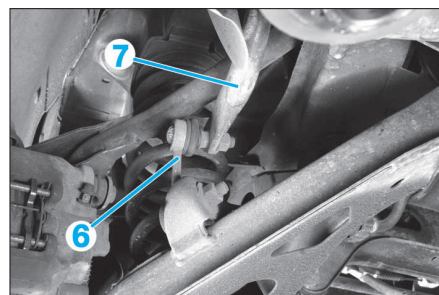

FIG. 45
- Déposer l'axe supérieur de pivot (1) et l'écrou (2).
- Desserrer les vis (3) et (4).
- Dégager l'axe inférieur de l'amortisseur (5) sans le déposer.
- Désaccoupler la biellette (6) de la barre antidévers (7) (Fig.45).